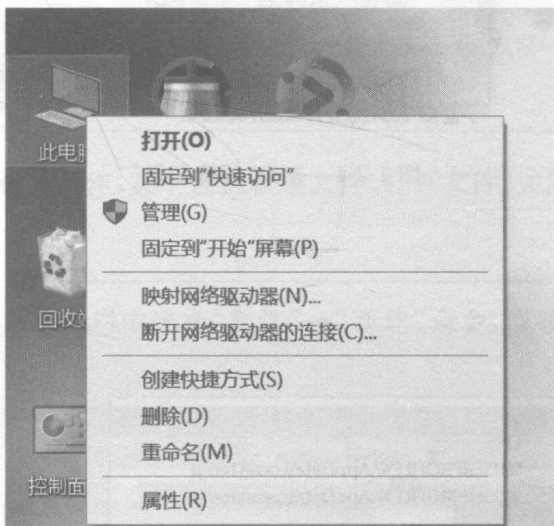

图 1-2-3 查找“属性”
- (1) 右击“此电脑”，在弹出的快捷菜单中选择“属性”选项，如图 1-2-3 所示。